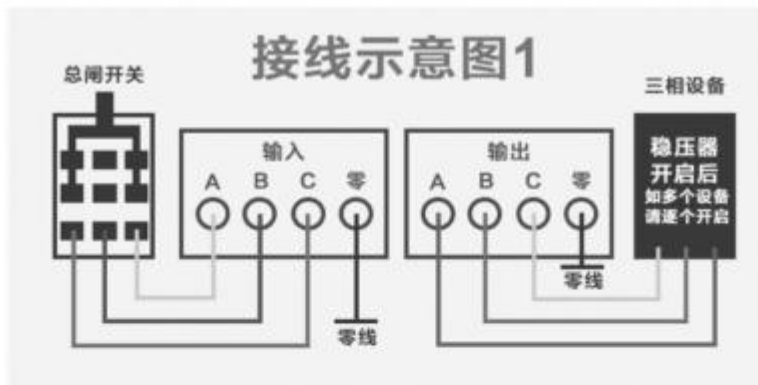
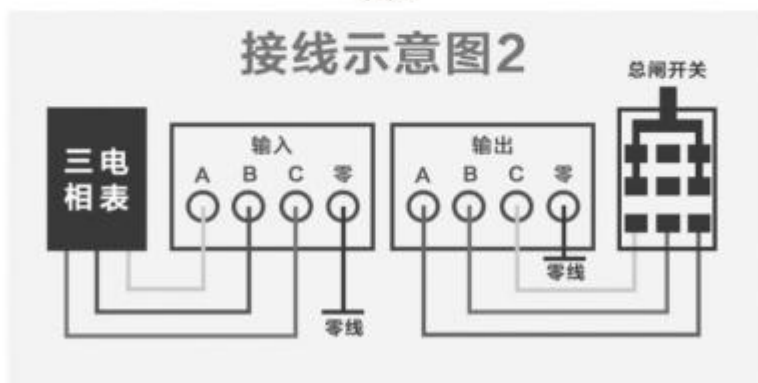

图8
图9
- 5.4 SJW 三相全自动交流稳压器必须接入零线即三相四线制才能正常工作，严禁使用地线代替零线，其接线方法如图 8、图 9